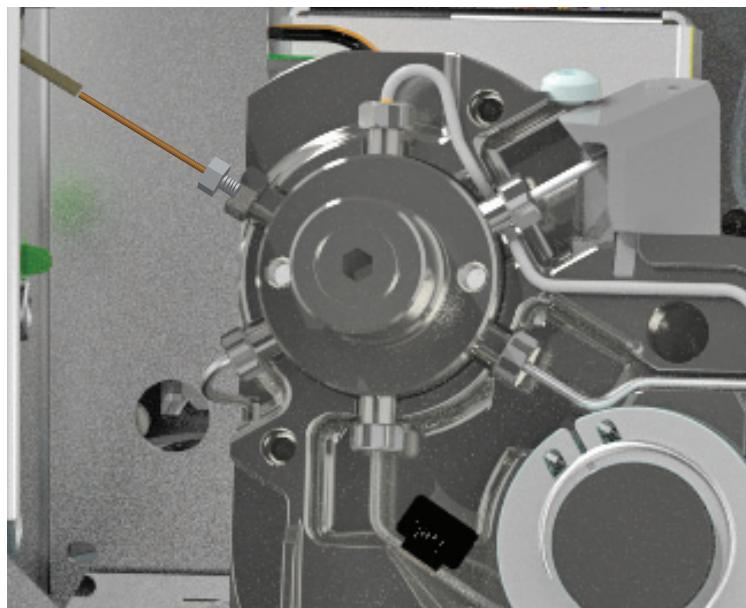

Figura 7. Redutor interno de 3/16 polegadas com tampa da válvula removida.
- 7 Solte a porca de 3/16 de polegada no redutor interno (**Figura 7**). Estabilize o encaixe da válvula usando uma chave de 1/4 polegadas.